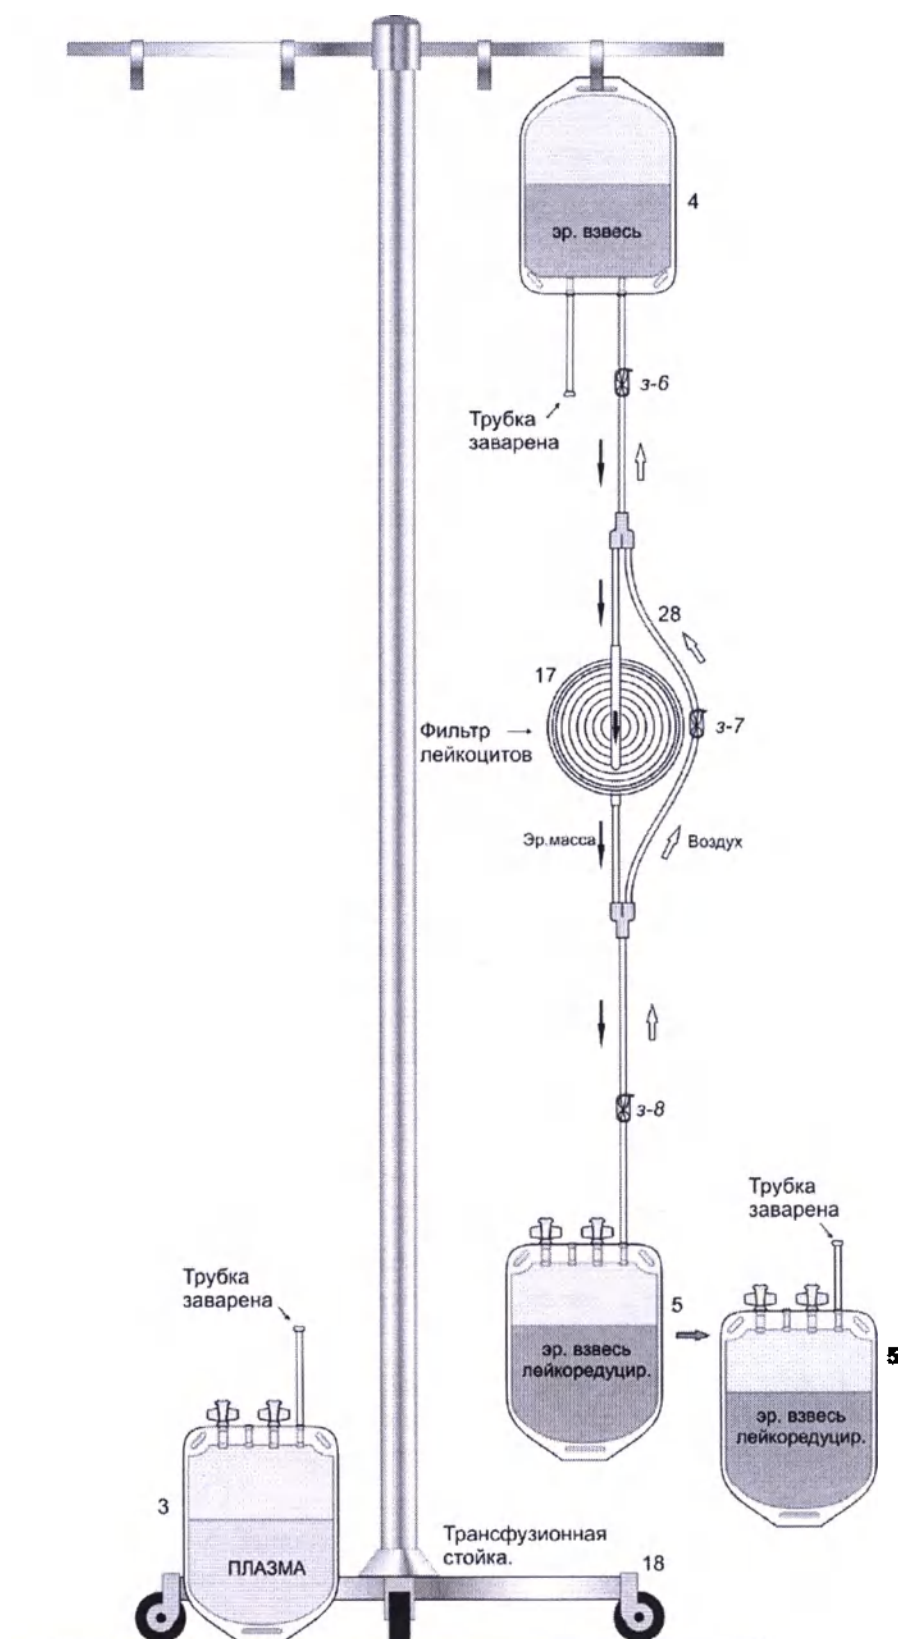

Рис. 3. Лейкоредуцирование эритроцитной взвеси.
6. Запаивание трубки контейнера для эритроцитной взвеси, отделение его от сепаратора и подвешивание на трансфузионной стойке (рис. 3).
14. Подвесить контейнер для эритроцитной взвеси 4 на трансфузионной стойке 18, как показано на рис.3. Перевести через лейкоцитарный фильтр 17 ресуспендированную в растворе САГМ эритроцитную массу (взвесь), содержащуюся в контейнере для эритроцитной взвеси 4, в контейнер для эритроцитной взвеси лейкоредуцированной 5.